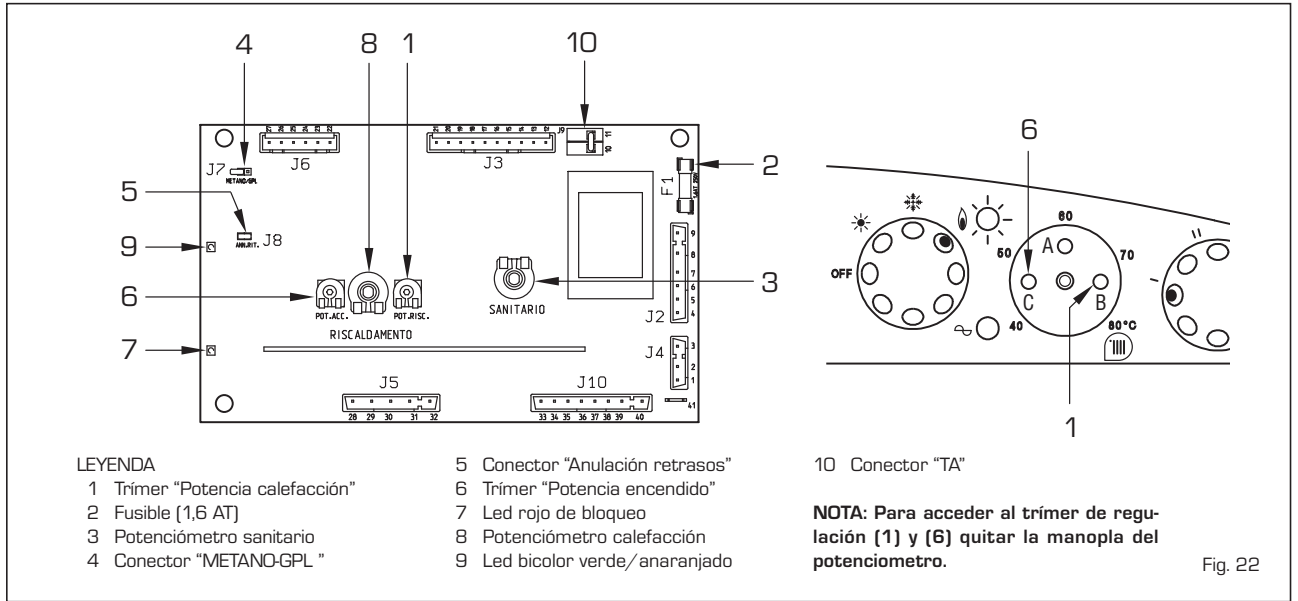

Fig. 22
La ficha electrónica está provista de los siguientes dispositivos (fig. 22):
Para efectuar la regulación de la potencia de calefacción, modificando la regulación de fábrica cuyo valor de potencia se encuentra alrededor de los 19 kW, es necesario actuar con un destornillador en el trimer potencia calefacción [1 fig. 22]. Para aumentar la presión de trabajo, girar el trí-
- Desmontar el colector quemadores (1).
- Substituir los inyectores principales (5) y la arandela de cobre (4) suministrados en el kit; para efectuar esta operación, utilizar una llave fija $\varnothing 7$.
- Desplazar el puente del conector "METANO/GPL" de la ficha en la posición correspondiente al gas utilizado (4 fig. 22).